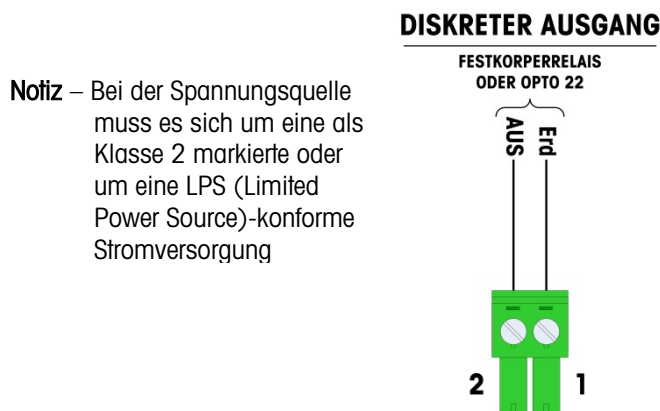

Abbildung 2-44: Diskreter Analog-Wägezellenanschluss
- Beachten Sie Folgendes bei einem standardmäßigen vieradrigen Kabel: Wenn eine erhöhte Last zu einer Verringerung der Gewichtsanzeige führt, die Signaladern umkehren (+SIG und -SIG). Abbildung 2-44 zeigt die Verdrahtungsdefinitionen für den diskreten Analog-Wägezellenanschluss.